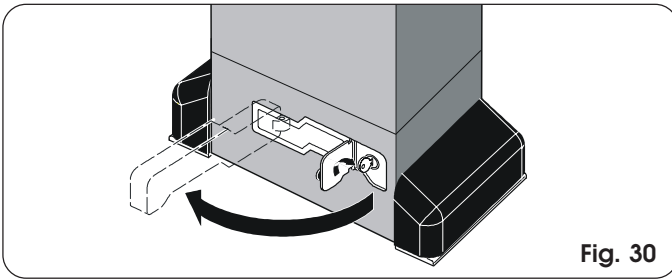

Fig. 30
- 3) Tourner la clé en sens horaire et tirer le levier de déverrouillage d'après la Fig. 30.